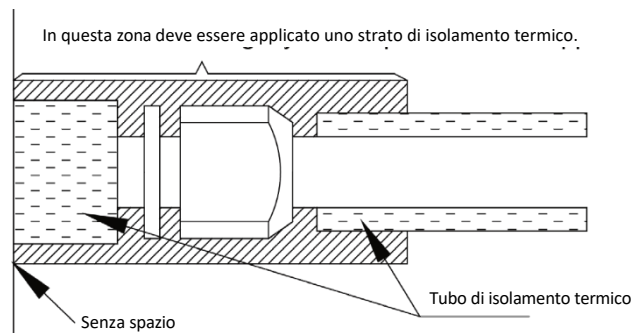

Fig. 22
- 4) I raccordi sulle unità interne ed esterne devono essere avvolti con isolante termico e non devono lasciare alcuno spazio tra il tubo e la parete. Vedi Fig. 22.